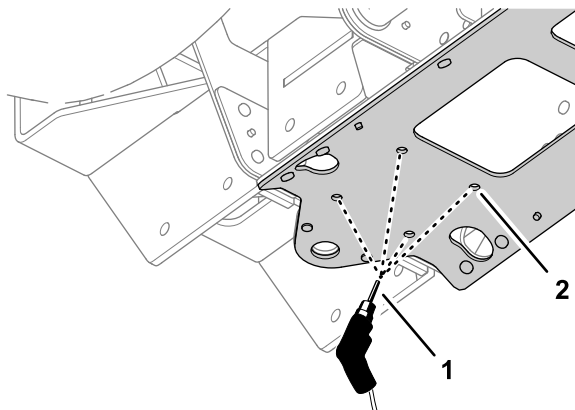

Figura 51
7. Perfore 4 taladros de 10 mm ($\frac{3}{8}$ ") en la chapa del perfil central en las marcas que hizo en el paso 6, como se muestra en la Figura 51.